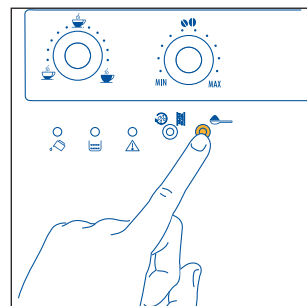

Abb.18
1. Durch Drücken der Taste ☞ die Funktion „Kaffeepulver“ (Abb. 18) anwählen. Die Kontrolllampe in der Taste leuchtet auf, um anzuzeigen, dass die Funktion angewählt wurde und der Betrieb des Mahlwerks ausgeschaltet worden ist.